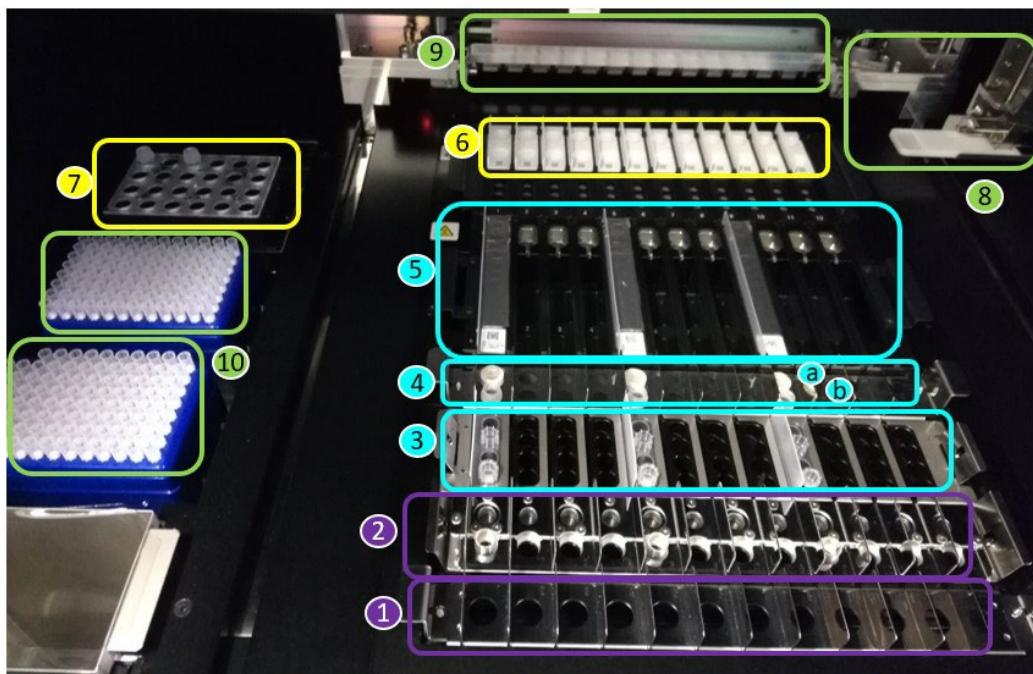

Abbildung 1: Der „ELITE InGenius“ Ladebereich
Eine Übersicht über das „**ELITE InGenius**“ Gerät ist in Abbildung 1 dargestellt.
Abbildung 1 zeigt: Position des Primärröhrchen-Racks (1), Position des Extraction Tube Rack (Extraktionsröhren-Ständer) (2), Position des Tip Rack (Spitzenständer) (3), Position des Elution Tube Rack (DNase-I-Röhrchen + Röhrchenadapter (a) und Elution Tube (Elutionsröhren) (b)) (4), Position des Extraktionskartuschen-Racks (5) und Position des PCR-Kartuschen-Racks (6), Position des Blocks für PCR- und interne Kontrollreagenzien (Bestandsmanager) (7), Proben- und Reagenzdispensierung (8, 9), Positionen des Abfallbehälters (links unten) und der Spülten (10).
6. Die Schaltfläche „Next“ (Weiter) drücken, um zu bestätigen, dass für die Anzahl der ausgewählten Tests je nach Anzeige auf dem Bildschirm ausreichend Reagenzien in Position 7 des Bestandsmanagers geladen wurden (siehe Seite 10, Abbildung 1).
7. Ausreichend Spaltenständer in Position 10 stellen (siehe Seite 10, Abbildung 1).
9. Die angegebenen PCR-Kassetten in Position 6 stellen (siehe Seite 10, Abbildung 1).
11. Die angegebenen Kassette(n) mit den Extraktionskartuschen in Position 5 stellen (siehe Seite 10, Abbildung 1).
13. Die DNase I in den DNase-I-Röhrchenadapter einsetzen, wie in Position 4 (s. Seite 10, Abbildung 1) angegeben.
15. Die angegebene Anzahl von Elutionsröhren in Position 4 stellen (siehe Seite 10, Abbildung 1).
17. Die angegebene Anzahl von Pipettenspitzen-Kassetten in Position 3 stellen (siehe Seite 10, Abbildung 1).
19. Die angegebene Anzahl von Extraktionsrörchen in Position 2 stellen (siehe Seite 10, Abbildung 1).